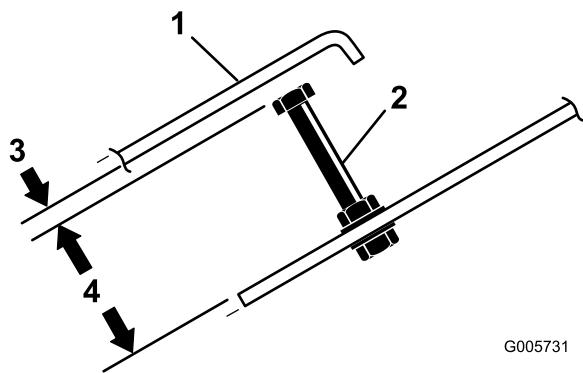

Figura 70
2. Desaperte as porcas de bloqueio e ajuste o parafuso batente do pedal de tracção (Figura 70) para um comprimento de 8 cm.